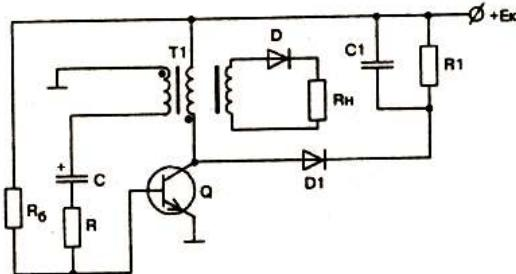

Рис. 8. Принципиальная схема автоколебательного блокинг-генератора
*Вспомогательный преобразователь.* Вспомогательный преобразователь является конструктивной особенностью источников питания формата ATX. Данный преобразователь формирует напряжение +5V\_S5 в выключенном состоянии системного модуля. Устройство представляет собой блокинг-генератор, функционирующий в автоколебательном режиме в течение всего времени замкнутого состояния сетевого выключателя блока питания. Упрощенная схема автоколебательного блокинг-генератора для обратноходового преобразователя приведена на рис. 8. Основными элементами блокинг-генератора являются транзистор Q и трансформатор T1. Цепь положительной обратной связи образована вторичной обмоткой трансформатора, конденсатором С и резистором R, ограничивающим ток базы. Резистор Rб создает контур разряда конденсатора на этапе закрытого состояния транзистора. Диод D исключает прохождение в нагрузку Rh импульса напряжения отрицательной полярности, возникающего при запирании транзистора. Ветвь, состоящая из диода D1, резистора R1 и конденсатора C1, выполняет функцию защиты транзистора от перенапряжения в коллекторной цепи.